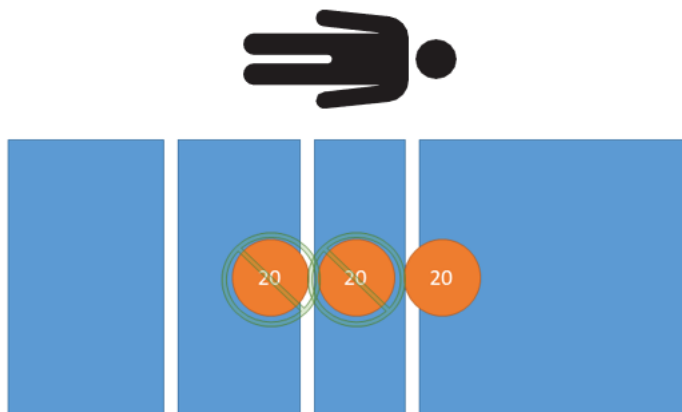

図 28 – 風袋（ゼ口）試験 - 正味20 kg
3. 較正済み分銅を使用して、20 kgを製品に載せます (図 28)。
11. 較正済み分銅を使用して、20 kgを製品に載せます (図 28)。